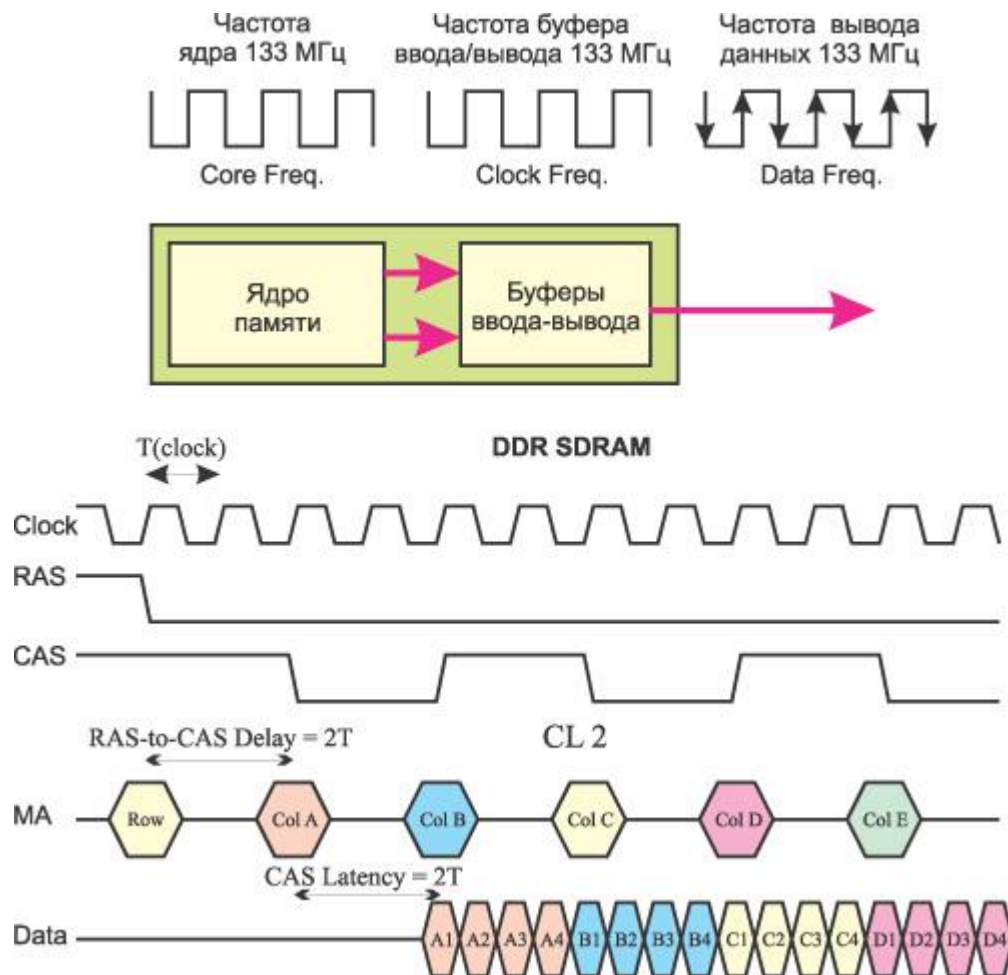

Рис. 8. Временные диаграммы выполнения команд чтения DDR SDRAM
Для точной синхронизации сигналов DQS и передачи данных (DQ) соответствующие проводники имеют одинаковую длину и емкость. Таким образом, колебания напряжения и температуры одинаково отражаются на обоих сигналах, что обеспечивает отсутствие нарушения синхронизации между контроллером памяти и микросхемами модулей памяти. Дополнительный контроль синхронизации передачи данных обеспечивает более надежную и высокую скорость передачи данных, чем при использовании только сигнала тактового генератора. Чтение и запись данных производятся не в соответствии с тактовым сигналом, а синхронизируются сигналом DQS (рис. 8, 9).